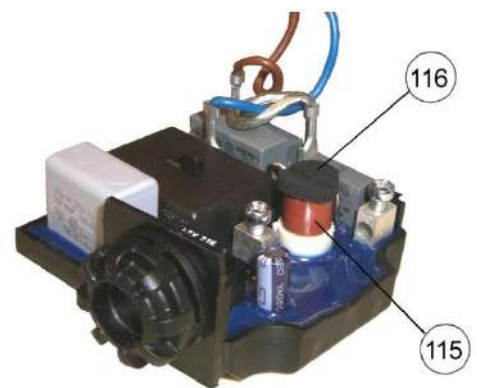

Abbildung 9:
- Bei Überlastung des Motors wird das Gerät automatisch ausgeschaltet. Die Sicherung (siehe S. 13, Abbildung 9, Pos 115) befindet sich auf der